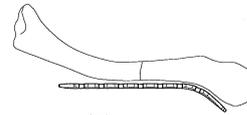

図 1
- 1) 骨折部の修復後、トリアルを用いてプレートのサイズ（骨幹部の穴数）を決定します。（図 1）